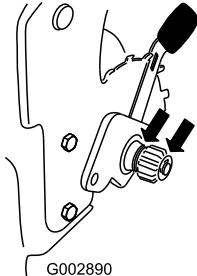

Figura 35
2. Aplique aceite lubricante al interior y al exterior de los engranajes (ver Figura 35).